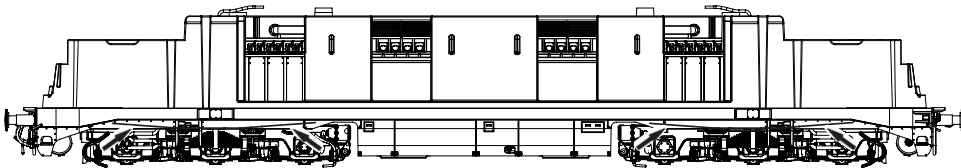
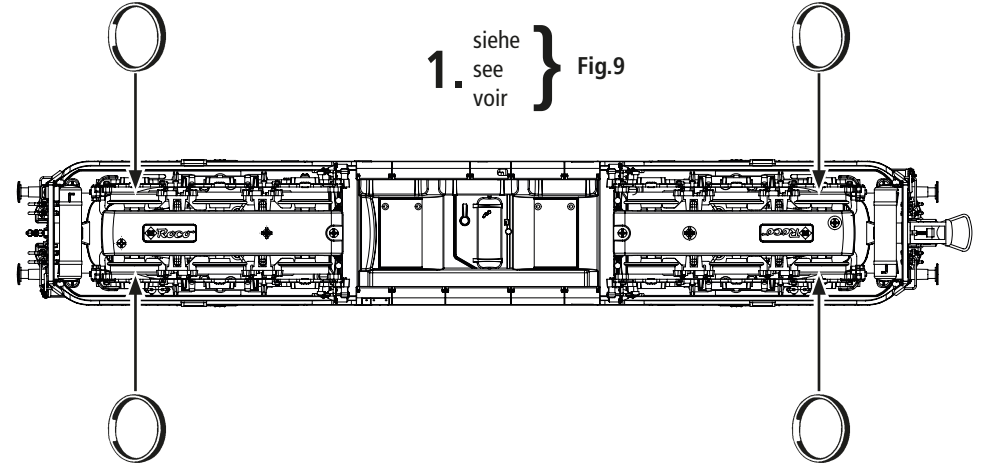

Fig. 8
Fig. 9
3. Haftreifenwechsel: Zuerst den Getriebedeckel abnehmen (Fig. 9). Danach den **Radsatz** herausnehmen und die **Haftreifen** mit einer Nadel od. mit einem feinen Schraubendreher abziehen (Fig. 8). Beim Aufziehen der neuen Haftreifen darauf achten, dass diese sich nicht verdrehen.
3. Change of traction tyre: Remove the gear cover (fig. 9). Take out **wheel set** and remove **traction tyre** using a pin or a fine screwdriver (fig. 8). When pressing on the new traction tyre please **avoid twisting it**.
3. Échange des bandages d'adhérence: Démontez d'abord **le couvercle du carter des engrenages** des en-grenages (fig. 9). Délogez ensuite les essieux ban-dagées et enlevez, à l'aide d'une aiguille ou d'un tourne-vis fin, les bandages d'adhérence (fig. 8). Lors du montage des nouveaux bandages veuillez veiller à ce que les bandages **ne soient pas tor-dués**.